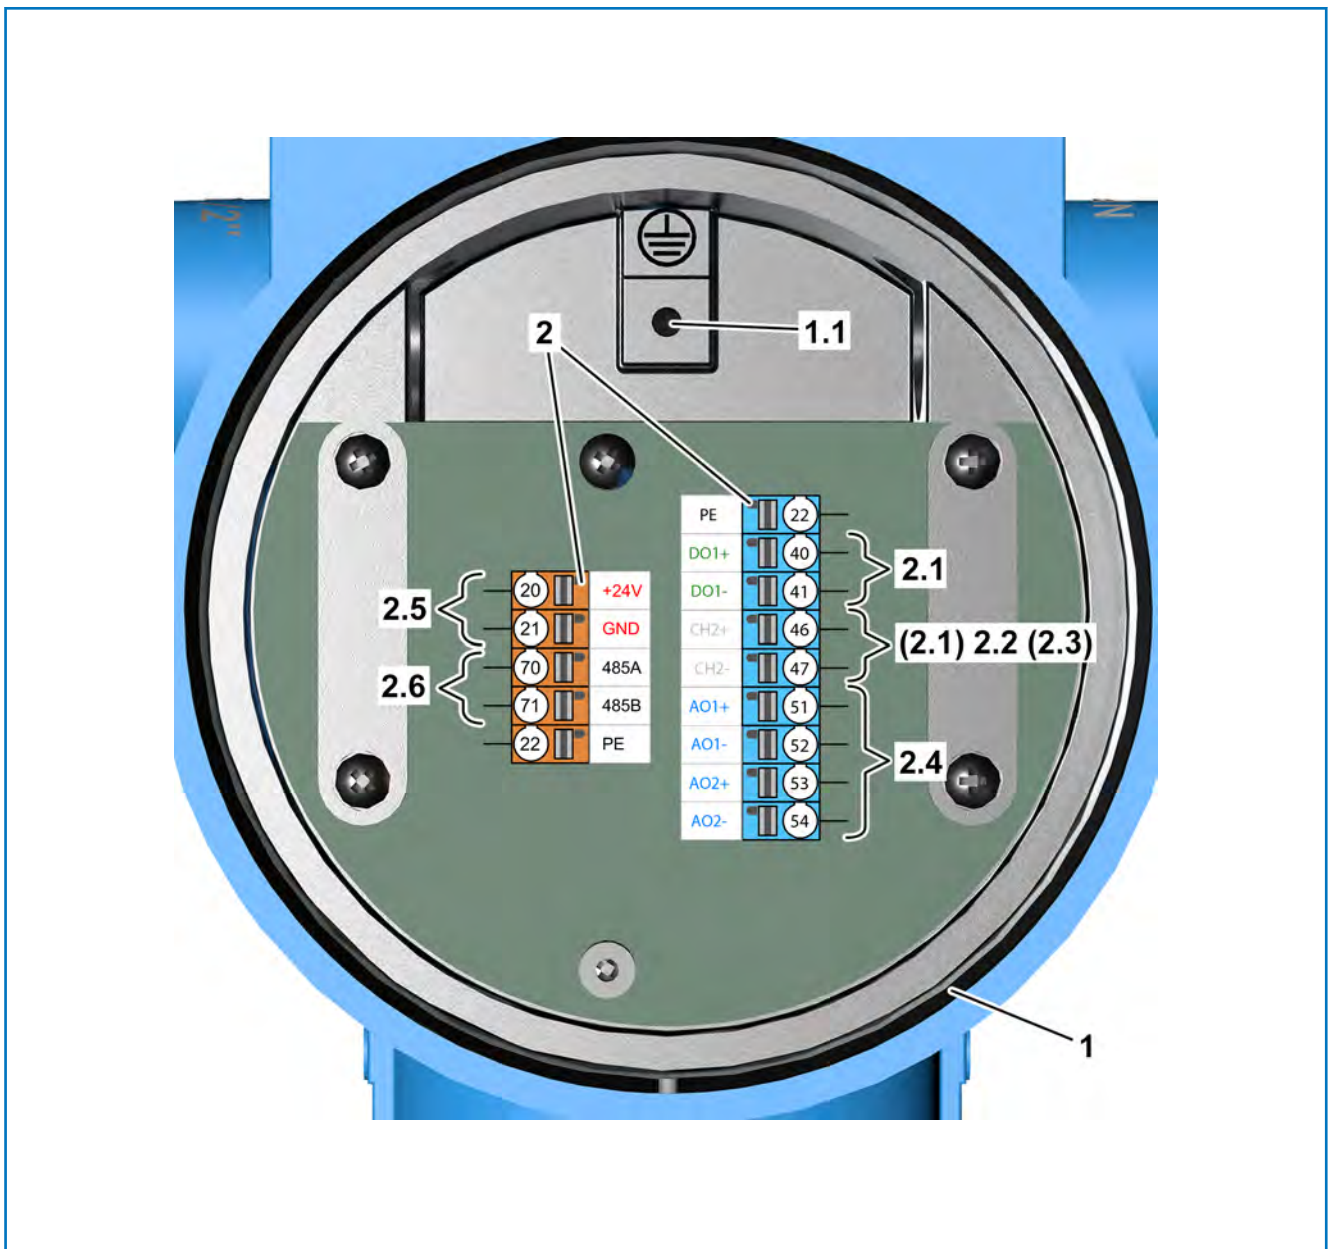

Abb. 8: Anschlussplan RHE42-R\* Coriolis-Transmitter (eigensicher)
- ➔ *Abbildung 8: Anschlussplan RHE42-R\* (eigensicher)*